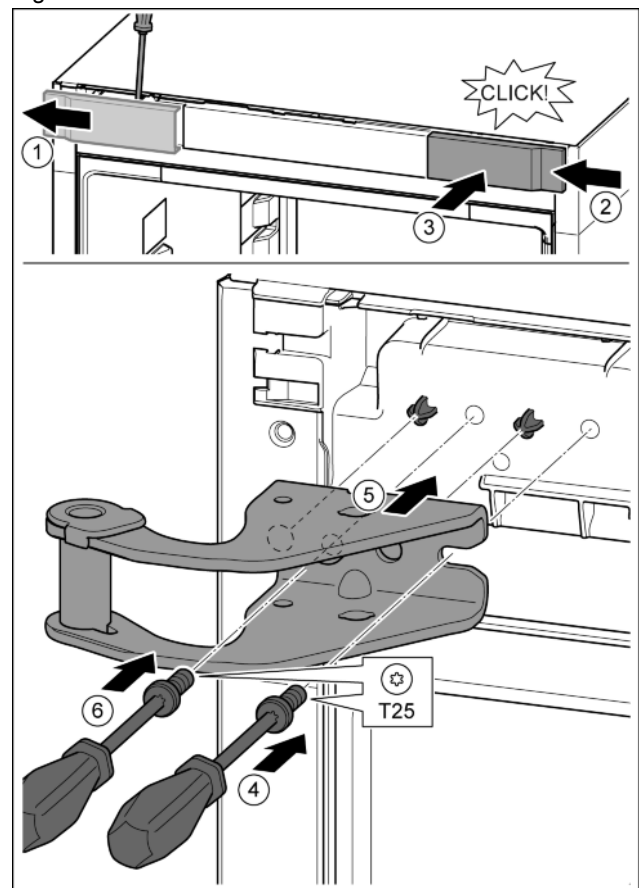

Fig. 14
- ▶ Abdeckung mit Hilfe eines Schraubendrehers lösen und seitlich abnehmen. Fig. 14 (1)
- ▶ Abdeckung um 180° gedreht auf der anderen Seite von rechts einhängen. Fig. 14 (2)
- ▶ Abdeckung einrasten. Fig. 14 (3)
- ▶ Schraube mit Schraubendreher T25 ansetzen. Fig. 14 (4)
- ▶ Oberen Lagerbock ansetzen. Fig. 14 (5)
- ▶ Schraube festdrehen. Fig. 14 (4)
- ▶ Schraube mit Schraubendreher T25 einsetzen und festdrehen. Fig. 14 (6)